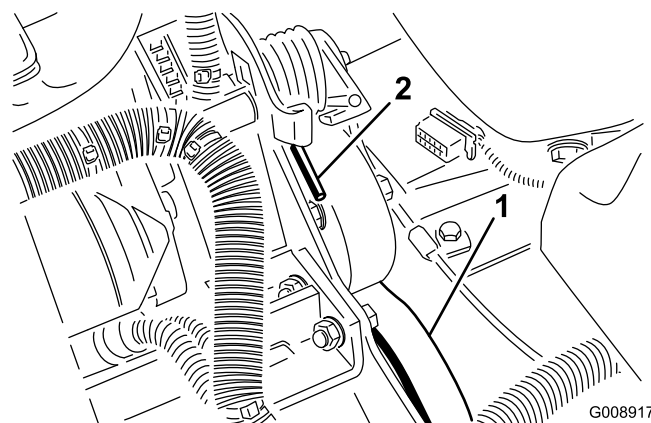

Bild 53
2. Drücken Sie das Ende der Feder (Bild 53) ab- und vorwärts, um die Feder aus dem Bügel auszuhaken und die Feder zu entspannen.